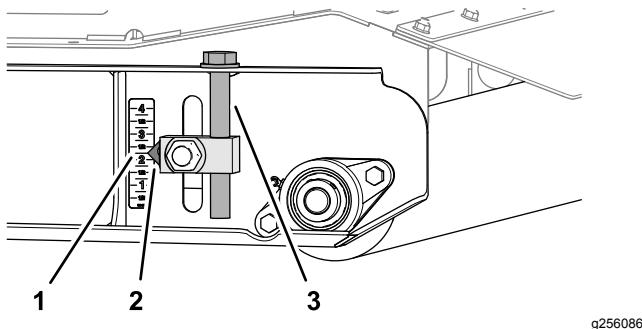

Figura 83
- Nel rullo posteriore, sollevate i regolatori dell'altezza di taglio di sinistra e destra alla tacca di 5,7 cm sull'adesivo (Figura 83).